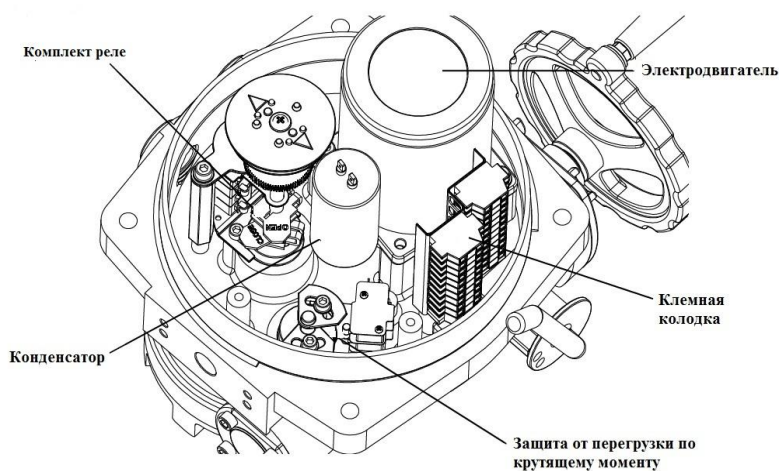

Рисунок 1 – Основные компоненты привода QT
4.2 При нахождении диска 4 (Приложение А) в промежуточном положении (между положениями «Закрыт» – «Открыт») оба реле (рисунок 1) находятся в выключенном состоянии. При нахождении диска затвора в крайних положениях («Закрыт» – «Открыт») эксцентрический кулачек воздействует на одного из реле и формируется сигнал о положении затвора «Затвор закрыт» или «Затвор открыт» с помощью замыкания нормально разомкнутых «сухих» контактов реле с сопротивлением в замкнутом состоянии не более 25 Ом, при коммутируемом токе до 100 мА. Допускается местная регулировка эксцентрических кулачков.